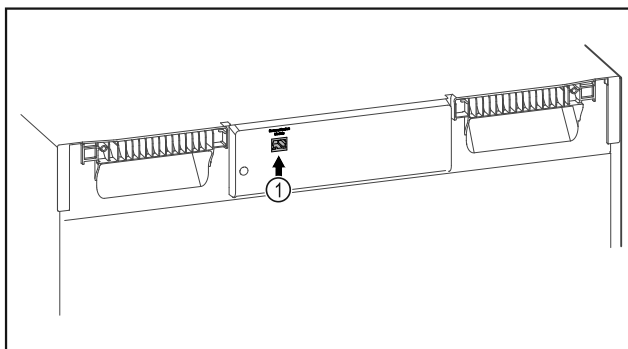

Fig. 130
- ☐ Le SmartModule Fig. 130 (1) est installé.